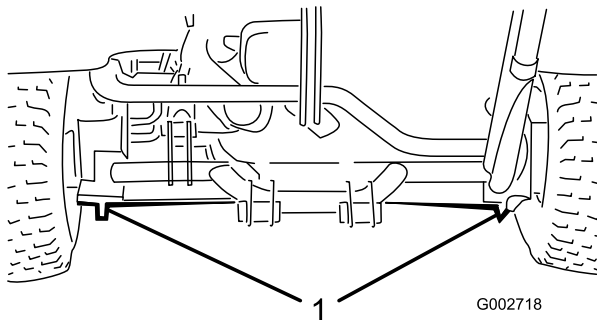

Figura 20
- Lato sinistro o destro-sotto il motore delle ruote posteriori o il telaio (Figura 20).